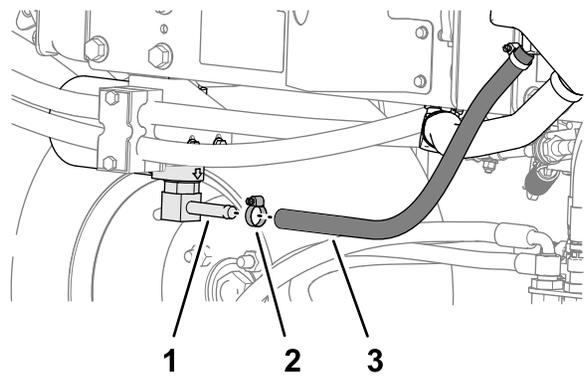
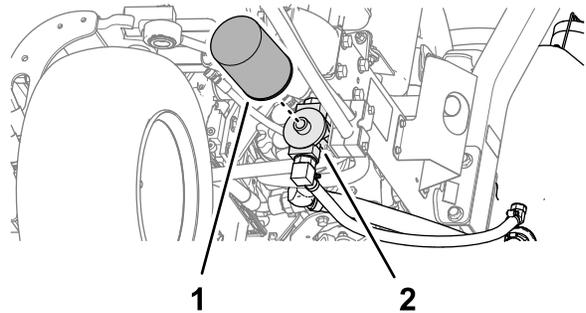

図 85
図 86
- 油圧ホースの接続部 **図 85** または油圧フィルタ **図 86** を外し、流れ出すオイルを容器に受ける。